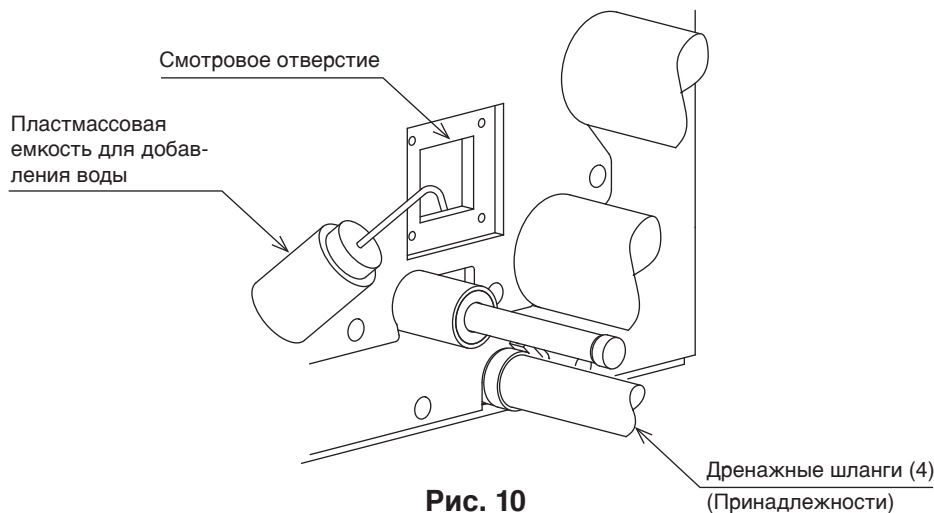

Рис. 10
(2) После завершения работ с трубопроводом убедитесь, что вода свободно протекает через дренаж.
- Постепенно добавляйте воду в смотровое отверстие для проверки вытекания сточной воды в дренажный поддон. (См. **Рис. 10**.)